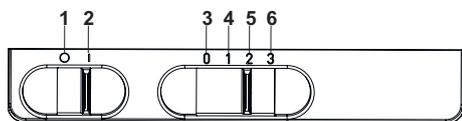

Fig. 17
1. ➤ Portare in questa posizione per spegnere la lampada (Fig. 17).
2. ➤ Portare in questa posizione per accendere la lampada (Fig. 17).
3. ➤ Portare in questa posizione per spegnere la lampada (Fig. 17).
4. ➤ Portare questa posizione quando si desidera utilizzare il prodotto alla velocità 1 (Fig. 17).
5. ➤ Portare questa posizione quando si desidera utilizzare il prodotto alla velocità 2 (Fig. 17).
6. ➤ Portare questa posizione quando si desidera utilizzare il prodotto alla velocità 3 (Fig. 17).